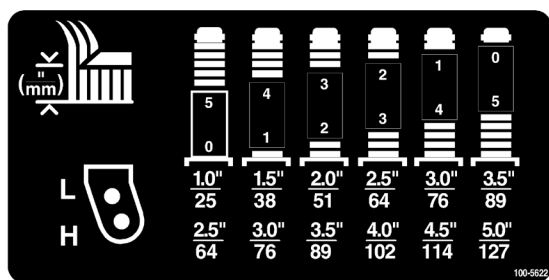

図 7
2. 左右のキャスタ・フォークの同じ穴にキャスタ・ホイールの軸をセットする。どの穴にセットするかは、図7を参照のこと。
スペーサの組み合わせ方法については、図7を参照のこと。